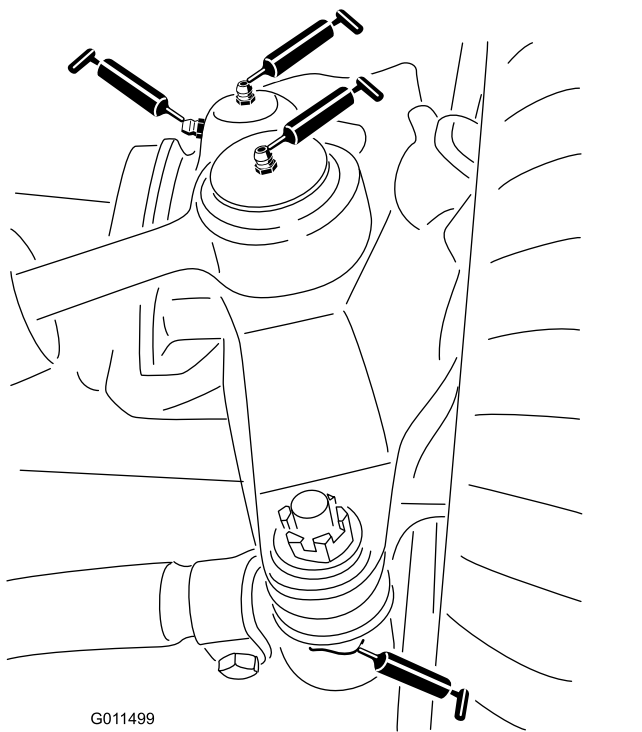

Figura 76
- Articulaiones esféricas del cilindro de dirección (2) (Figura 76)
- Articulaiones esféricas de las bielas (2) (Figura 76)
- Casquillos de los pivotes de dirección (2) (Figura 76).